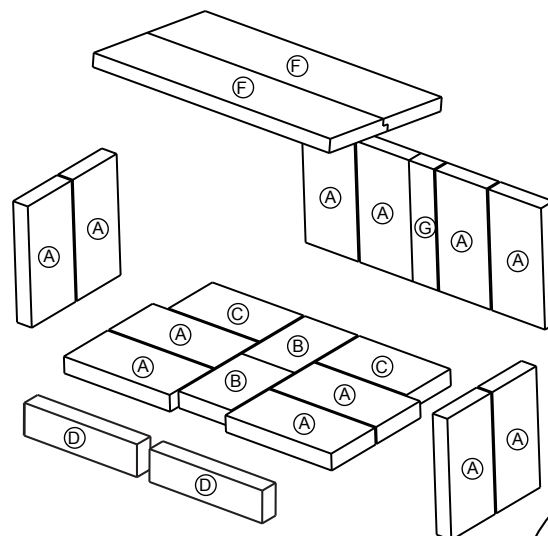

Fig. 1
- A.** Installez les quatre briques (A), les deux briques (B), et les deux briques (C), en commençant par la partie arrière de l'appareil comme illustré (**Fig. 1**).
- B.** Installez deux briques (A) sur chaque côté de l'appareil. Installez les quatre briques (A) et une brique (G) sur la paroi arrière, en les faisant pivoter sous le support à briques (**Fig. 1**).
- D.** Installez les 2 briques (D) à l'avant de l'appareil (**Fig. 1**).